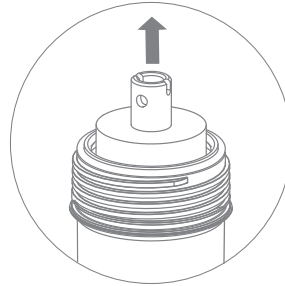

Рис. 27
4. Открутите крышку корпуса мембраны, извлеките отработанную мембрану (рис. 27).